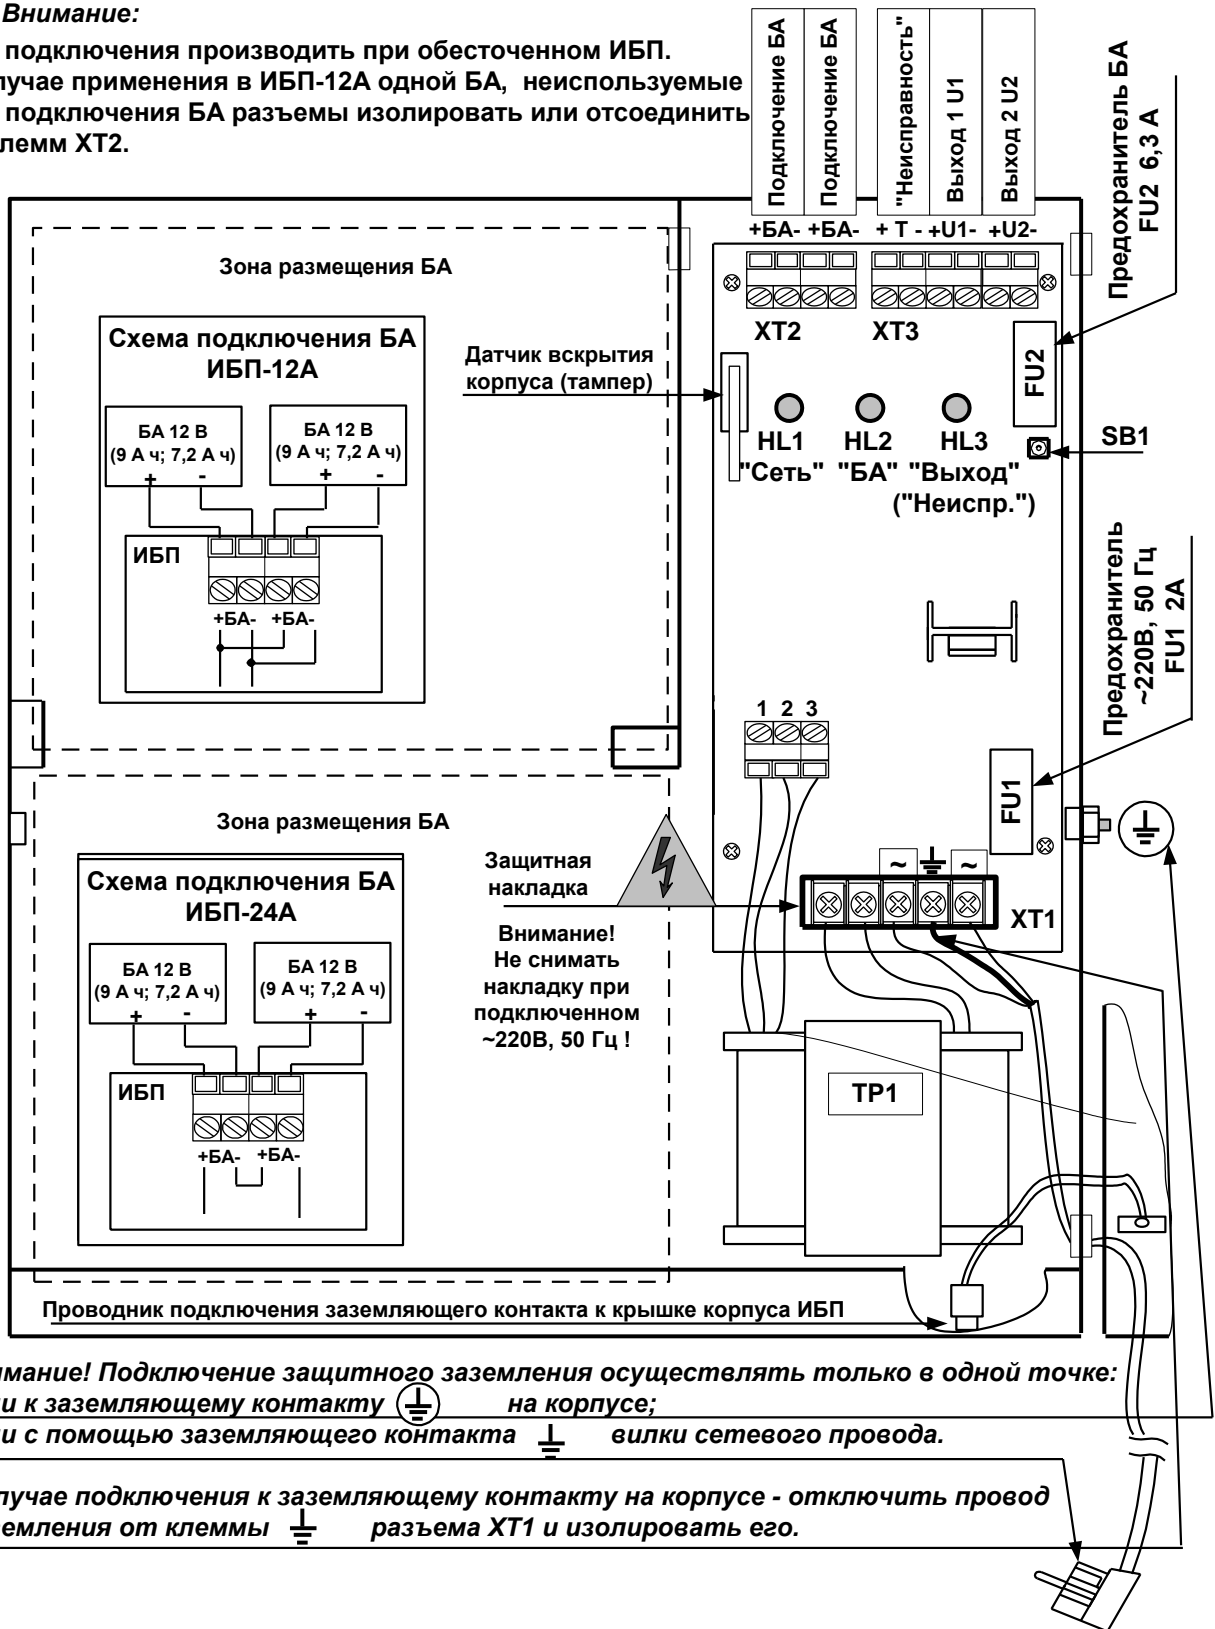
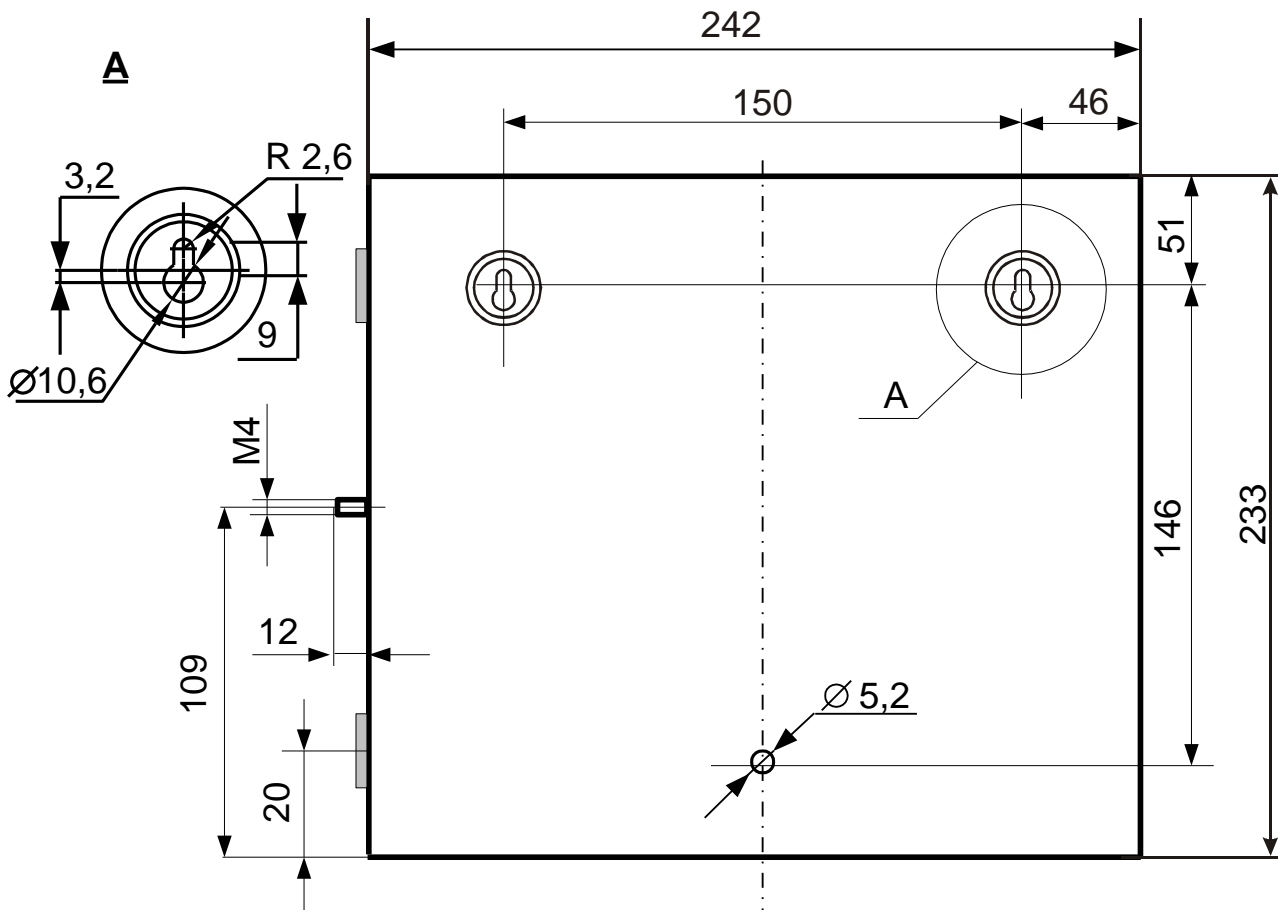

Рис. 2 Внешний вид ИБП со снятой крышкой
Рис. 7 Присоединительные размеры ИБП 12А / ИБП-24А
Внешний вид ИБП со снятой крышкой показан на Рис. 2. Корпус блока имеет на боковых сторонах вентиляционные отверстия для отвода тепла. Внешний вид ИБП с задней стороны с размерами для крепления показан на Рис. 7. На правой боковой поверхности корпуса имеются два отверстия диаметром 8 мм, через одно из которых пропускается кабель подключения сети «220 В», а через другое – провода линий выходного напряжения и сигнала «Исправность». Совместное подключение проводов через одно и то же отверстие не допускается. Для заземления корпуса предназначен винт **M4**, расположенный с правой стороны за винтом крепления крышки корпуса на расстоянии 15 мм от задней поверхности.
Провода подключаются к клеммам присоединительной колодки в соответствии со схемой подключения разъемов ХТ1, ХТ2 и ХТ3 (Рис. 2).
6.4.1 На месте установки ИБП крепится к стене или другим конструкциям в вертикальном положении. При установке необходимо следить за тем, чтобы не были закрыты вентиляционные отверстия по бокам другими устройствами или блоками. Присоединительные размеры ИБП приведены на Рис. 7.
6.4.6 Корпус ИБП должен быть обязательно **заземлен!** Подключение заземления ИБП производится медным проводом сечением не менее 1,5 мм² к винту на правой стороне корпуса или с помощью сетевой вилки с заземляющим контактом, вывод от которого присоединен к клемме заземления Рис. 2. В случае подключения заземления к винту корпуса – отключить провод заземления от клеммы \perp на разъеме XT1 и изолировать его.